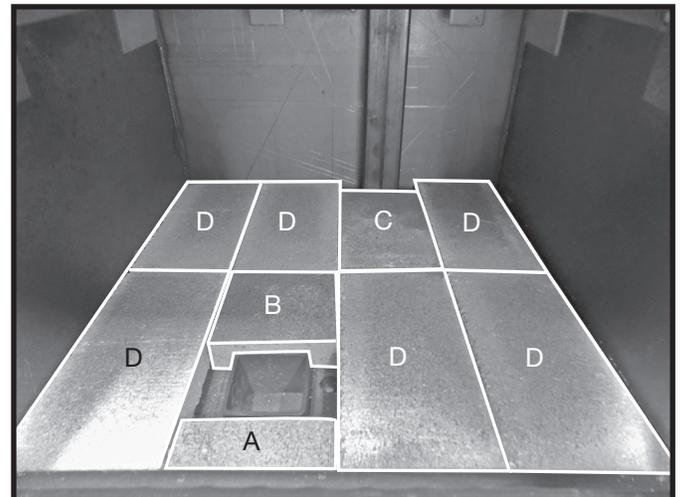

Figure 9: Briques réfractaires au sol.
1. Lors de l'installation de briques réfractaires sur le sol de l'unité, 2 petites briques ("A & B" sur la Figure 9) seront utilisées à chaque extrémité du dépotoir en plus des briques "D" de taille normale utilisées dans le reste de l'installation. Il y a une exception. La brique "C" est une brique plus courte que "D". La brique "C" est calée contre un poteau vertical situé sur la paroi arrière de la chambre de combustion.